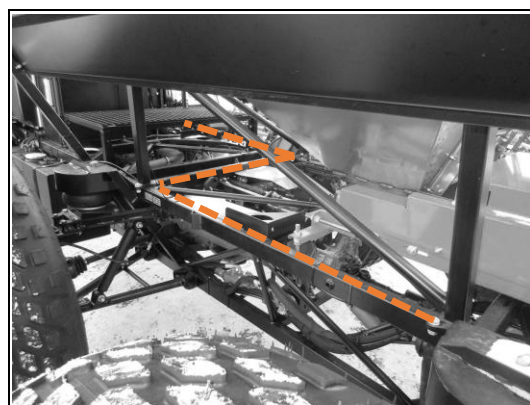

Рис. 161
- 2) Уложите жгут по раме подающего механизма и по верхнему левому лонжерону рамы (Рис. 161)
- 4) Проложите жгут по верхнему профилю рамы, как схематично показано на (Рис. 161)